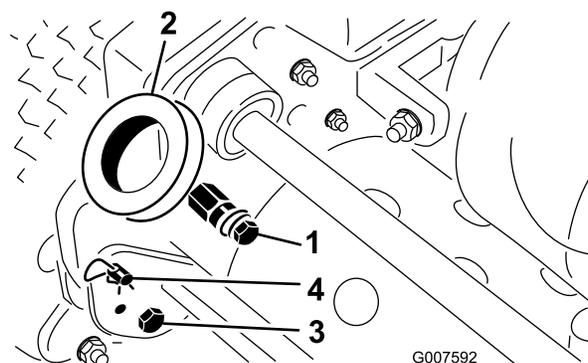

Figura 2
1. Retire el perno, la arandela y la arandela de freno del pasador de montaje en cada lado del cortacésped (Figura 2).
2. Retire los pernos y las contratuercas que sujetan la parte inferior de los brazos del manillar a cada lado del cortacésped (Figura 2).
3. Retire los pasadores de horquilla y los pasadores de anillo que fijan los brazos del manillar a la parte de atrás del bastidor (Figura 2).
- Introduzca los extremos del manillar por los taladros de los brazos del manillar y alinee los taladros con los pasadores de montaje (Figura 2).
- Retire los pasadores de horquilla de los pasadores de anilla en cada lado del cortacésped (Figura 2).
- Sujetando el manillar, retire los pasadores de anilla de cada lado y suba o baje el manillar a la posición de operación deseada (Figura 2).